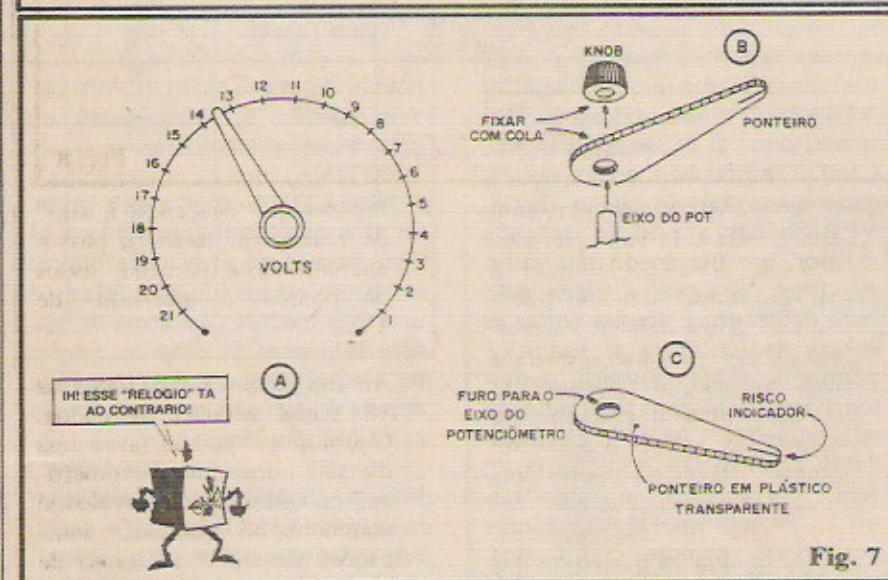

Fig. 7
- FIG. 8 - No diagrama anterior (fig. 7) foi mostrada a configuração básica, para que a MP-19 controle uma lâmpada específica (que deverá ser instalada para a função...). Nada impede, contudo, que o Leitor/"Aluno" coloque o dispositivo no controle direto de uma lâmpada já instalada na casa, sem que com isso tenha que modi-
noite, para que o dispositivo funcione corretamente... A fig. 9 dá uma sugestão prática (que admite algumas variações, mas traz a essência da "coisa"...). Basta posicionar a caixinha da MP-19 no parapeito interno de uma janela, tipo vitraux (ou seja, vedada apenas com vidro, sem blindagens opacas que possam impedir a MP-19 de diferenciar a noite do dia...), direcionando o furo frontal (do LDR) de modo que o circuito possa "ver" o céu, ou o "mundo lá fora"... Observem, na figura/exemplo, que a conexão de controle está feita a um interruptor próximo, de parede, correspondendo, em termos práticos, à configuração de instalação mostrada na figura anterior nada impede, porém, que o mesmo posicionamento da caixinha seja utilizado numa instalação específica, como a mostrada na fig. 7....).
- FIG. 7-A - Exemplo básico da escala circular, já com o knob/ponteiro incorporado. Notem que a marcação vista é apenas um exemplo, já que os exatos posicionamentos da graduação dependerão da CALIBRAÇÃO a ser feita pelo Leitor/"Aluno". De qualquer modo, o alcance básico do VOLTÍMETRO situa-se em torno de 20V e, portanto, não mais do que 20 divisões básicas serão necessárias (talvez intercaladas com sub-marcações, correspondentes a intervalos de "meio volt"...). O tamanho (diâmetro) da escala semi-circular dependerá basicamente das próprias dimensões originais do painel frontal da caixa utilizada... Quanto maior melhor, de modo que mais confortavelmente possam ser visualizadas as divisões angulares e as marcações correspondentes a cada ponto.
- FIG. 7-B - Como acoplar o "ponteiro" indicador ao knob. O furo do ponteiro deve permitir a livre passagem do eixo do potenciômetro. Para que tudo fique bem firme, o ponteiro deve ser fixado com cola à base do knob (usar adesivo de epoxy ou de cianoacrilato).
- FIG. 7-C - O "ponteiro", em si... Não passa de um pedaço, cuidadosamente recortado, de plástico rígido e transparente, fino, longo e estreito... Convém lixar bem as bordas, por uma questão de acabamento, arredondando eventuais arestas. Na sua extremidade indicadora (e mais estreita), um risco fino e reto deve ser feito, de modo a constituir um "fino" e nítido indicador, colaborando para a precisão das leituras e facilitando a visualização do valor indicado na escala semi-circular...
O circuito da MP-20 não requer, implicitamente, ajustes. A calibração é feita a partir da própria escala ou dial acoplado ao knob/ponteiro. É importante notar (ver fig. 7-A) que a dita escala é "invertida" ou seja: "caminhando" no sentido horário do knob/indicador, os valores das Tensões indicadas vão "caendo" (e não "subindo"...).